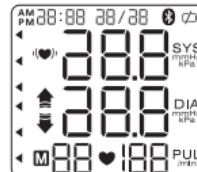

Abbildung 6
- a. Drücken Sie die "START/STOP"-Taste, nachdem Sie die Manschette angelegt und Ihren Körper in eine bequeme Position gebracht haben. Alle Anzeigen für den Selbsttest erscheinen auf dem Display. Abbildung 6. Kontaktieren Sie unseren Kundenservice, falls die Anzeige fehlerhaft ist.